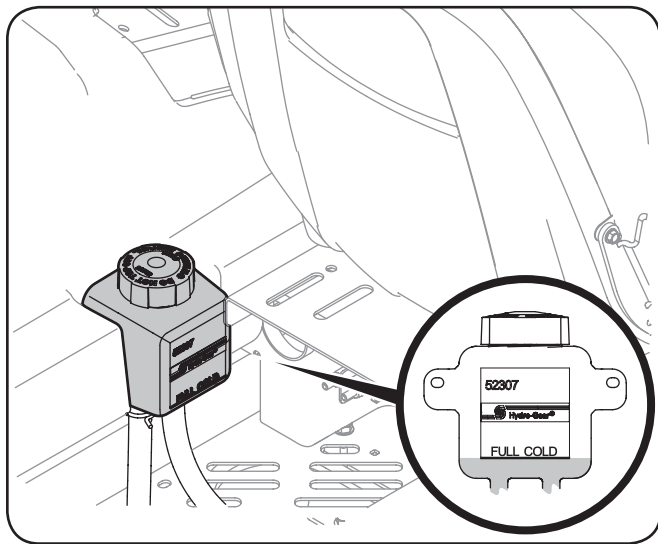

Figure 6-4
- Basculez le siège du conducteur vers l'avant et nettoyez le bouchon du réservoir et la zone autour du bouchon afin que les débris ne contaminent pas l'huile. Voir Figure 6-4.